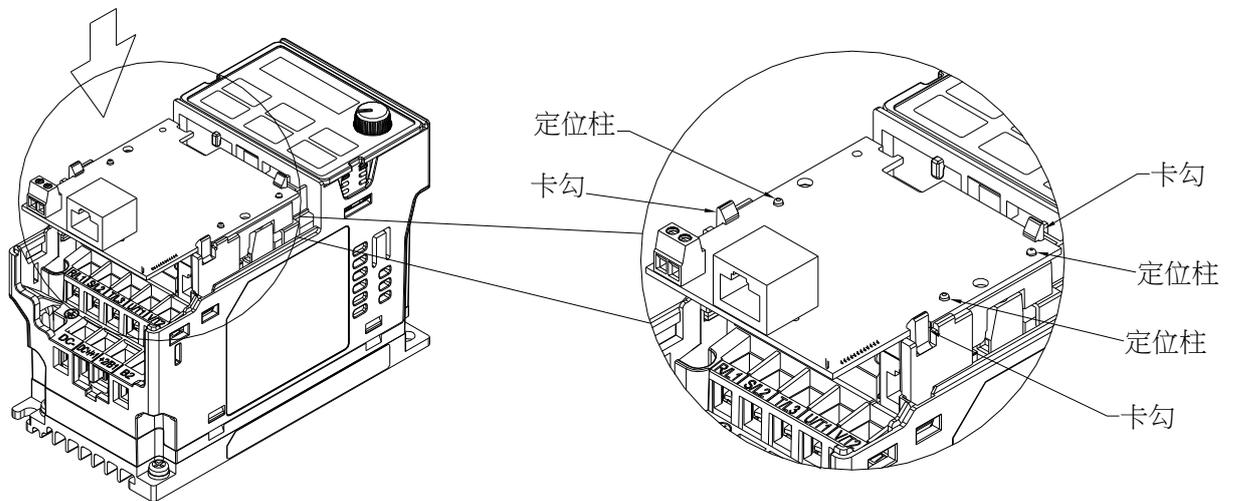

图 8-2
4. 将配件卡上三个圆孔对准定位柱后，下压让三个卡勾卡住通讯卡。如图 8-2 所示。